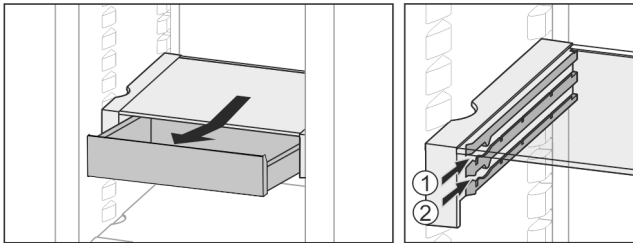

Fig. 21
- ▶ L'insérer à n'importe quelle hauteur *Fig. 21 (1)* ou *Fig. 21 (2)*.